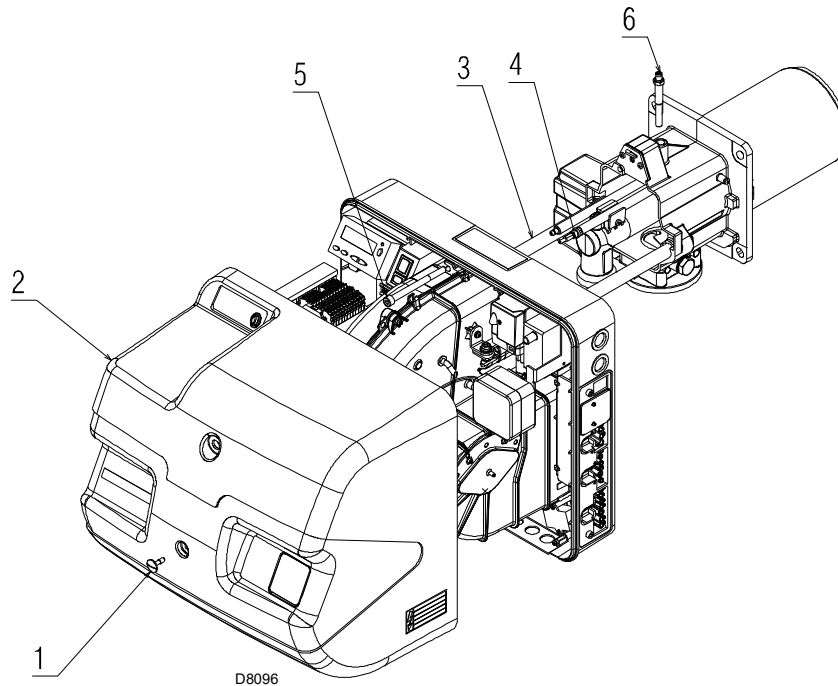

Fig. 37
- Desserrer la vis 1)(Fig. 37) et déposer le capot 2).
- Déposer la vis 5)(Fig. 37) et reculer le brûleur sur les glissières 3) sur environ 100 mm.
- Visser la vis 5)(Fig. 37) et tirer délicatement vers l'extérieur les câbles de la sonde et de l'électrode, jusqu'à les mettre légèrement en tension.